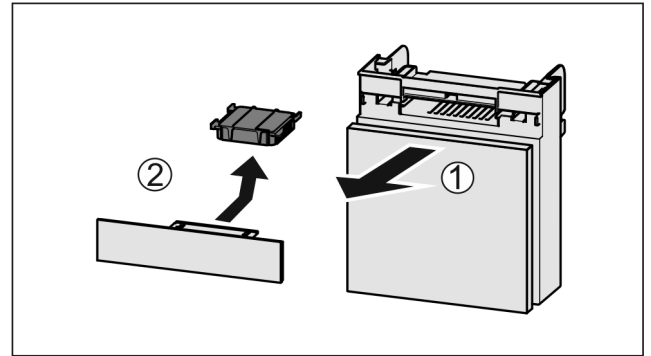

Fig. 83
- ▶ Издърпайте Fig. 83 (1) напред от отделениято.
- ▶ Извадете Fig. 83 (2) филтърта с активен въглен.